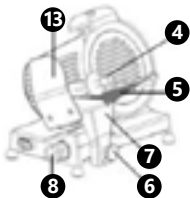

Fig. 5
- Avant le nettoyage, débranchez l'appareil de la prise (débranchez la fiche!) et assurez-vous que le bouton de réglage de l'épaisseur de coupe (8) est sur „0”.
- Déplacez le chariot (7) dans le sens du bouton de réglage de l'épaisseur de coupe (8) (Fig. 5).
- Pour le nettoyage, retirez le chariot (7) et le plateau de support des produits à couper avec le poussoir (4). Pour ce faire, desserrez le bouton de fixation du chariot (6) en le tournant dans le sens inverse des aiguilles d'une montre et retirez le chariot (7) (Fig. 5).
- Nettoyez le chariot (7) avec une protection pour les mains (13), nettoyez le plateau (5), support des produits à couper et le poussoir (4) avec de l'eau tiède, un chiffon doux et un produit de nettoyage neutre. Rincez ensuite avec de l'eau propre pour enlever tout résidu de détergent.